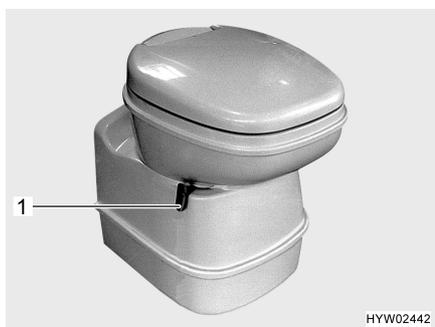
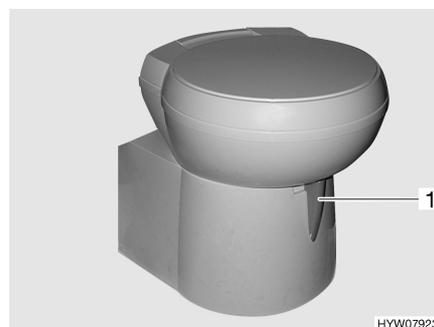

Bild 88 Thetford-Toilettenschüssel, schwenkbar
Bild 89 Thetford-Toilettenschüssel, schwenkbar (Alternative)
- Vor dem Spülen den Schieber der Thetford-Toilette öffnen. Dazu den Schieberhebel (Bild 88,1 bzw. Bild 89,1) entgegen dem Uhrzeigersinn schieben.
- Den Schieberhebel (Bild 88,1 bzw. Bild 89,1) im Uhrzeigersinn drehen. Der Schieber wird geschlossen. Zum Entleeren **muss** in der Thetford-Toilette der Schieber geschlossen sein.